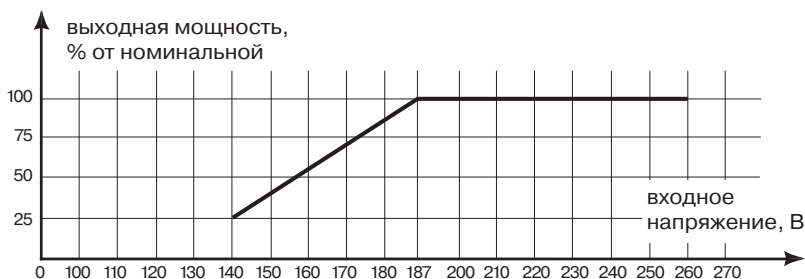

Рис.5.
**Внимание!** При выборе стабилизатора необходимо учитывать, что при уменьшении входного напряжения увеличивается величина входного тока, следовательно, уменьшается и максимальная мощность автоматического регулятора напряжения! Эта зависимость схематически показана на графике (рис.5).